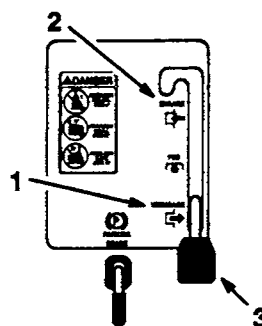

Bild 9
3. Die Mähwerkbedienung (ZWA) auf "AUSGESCHALTET" stellen (Bild 9).
4. Den Gashebel auf "CHOKE" stellen (Bild 9).